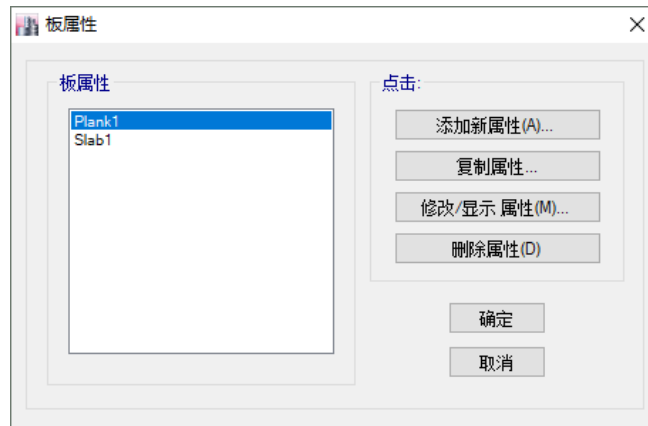

图 3-14 板属性对话框
1. 点击菜单定义>截面属性>楼板截面，弹出板属性对话框，如图 3-14 所示：